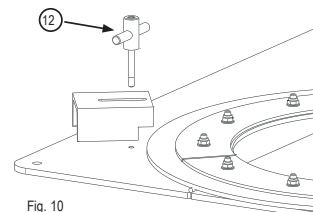

Fig. 10
5. If the elevator includes the base plate, screw the drum stops on it (12) (fig. 10)
5. Om enheten levereras med basplatta, skruva fast de två fathållarna (12) (fig 10.)